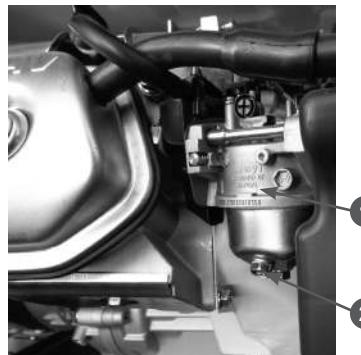

Рис. 10. Слив топлива из карбюратора
3. Открутите болт 2 на карбюраторе 1 (Рис. 10) и слейте топливо из поплавковой камеры в подготовленную для этого емкость.
- Слейте топливо с карбюратора (Рис. 10).